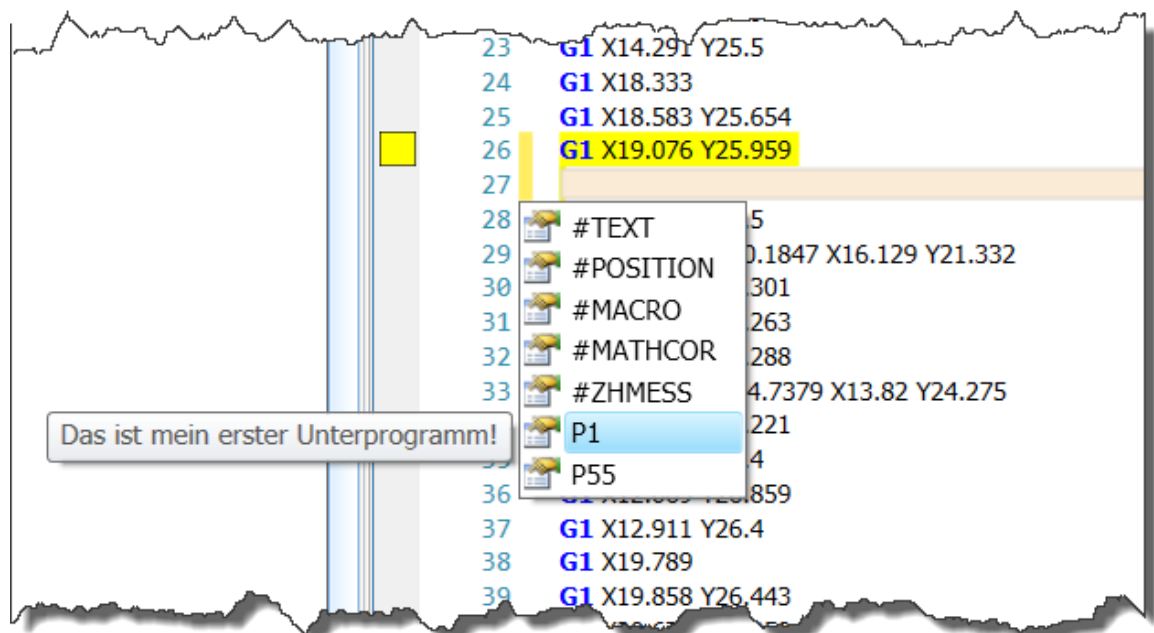

Abbildung 3: Autovervollständigung wurde in der Zeile 27 mit den Tasten "STRG + Leertaste"
3. **Neu ab 5** Im Texteditor kann DIN66025 Datei um weitere Befehle mit der Autovervollständigung erweitert werden. Drücken Sie die die Tasten "STRG + Leertaste" um Autovervollständigung aufzurufen (siehe Abbildung 3).
5. **Neu ab 5** Im Texteditor Hauptmenü "Bearbeiten -> Unterprogramme" können Unterprogramme verwaltet werden. Die Unterprogramme können mit Hilfe der Autovervollständigung in die DIN66025 eingefügt werden (siehe Abbildung 3 und 5).